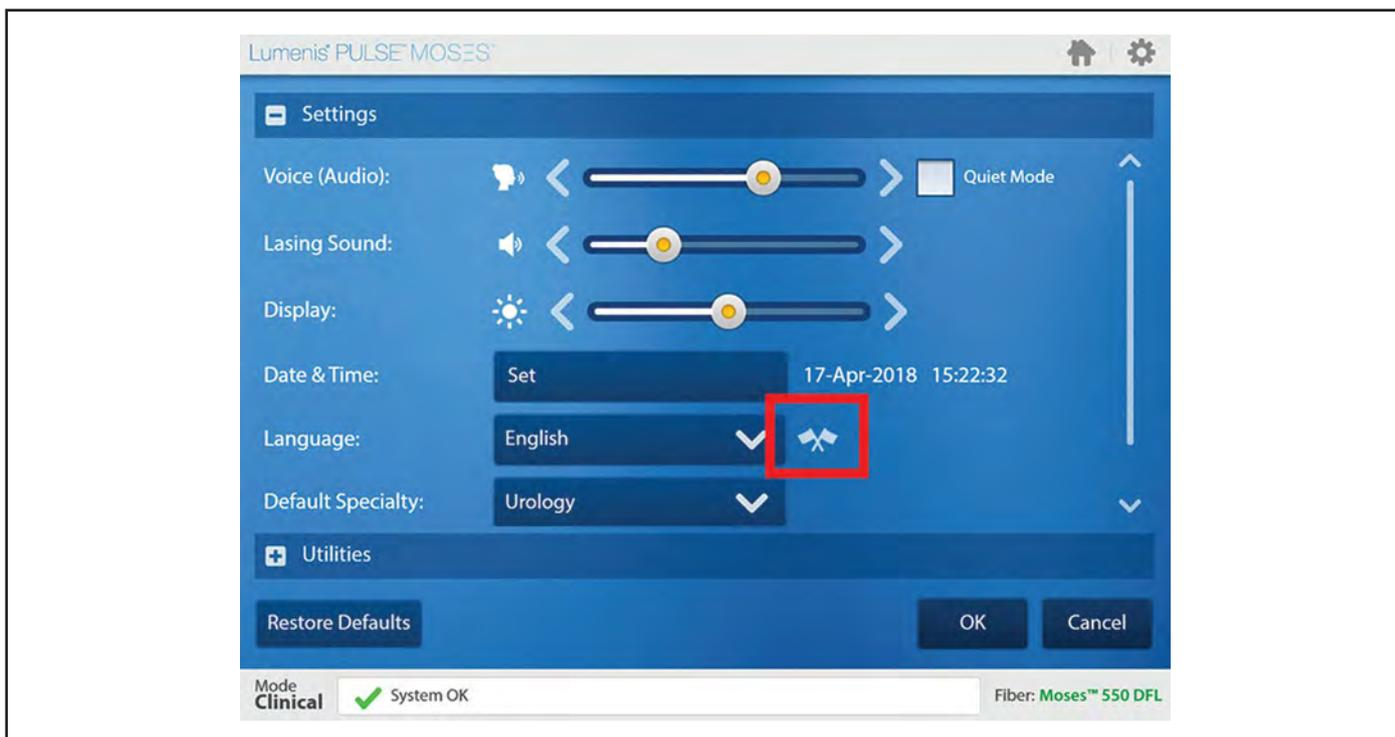

Figure 69 : Settings & Utilities > Language Reset Flag (Paramètres et utilitaires > Drapeau Réinitialiser la langue)
5. Sur l'écran **Settings** (Paramètres), appuyer sur le bouton **OK** (voir figure 69).